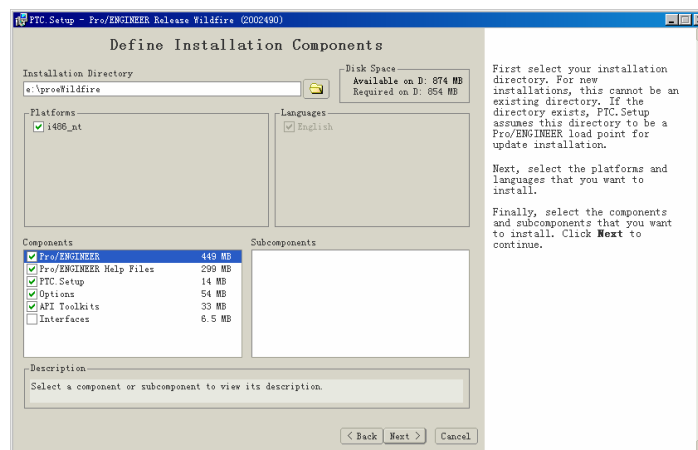

图 1.3 选择安装部件和操作平台
(3) 在如图 1.3 所示的界面中选择安装目录和组件。在“Installation Directory”(安装目录)输入框中设置软件的安装目录，例如“E:\proeWildfire”。在“Components”(组件)列表框中选择需要安装的部件。选择完毕后单击“Next”按钮，进入到下一步安装界面。